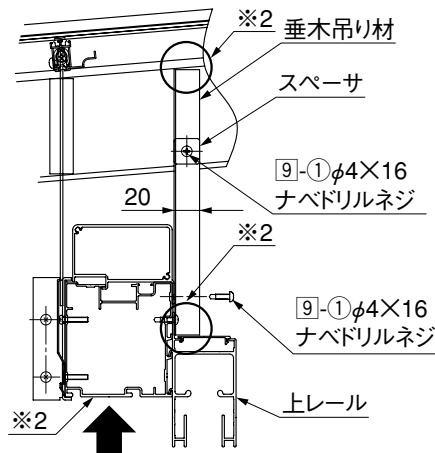

図3-2 垂木吊り材の取付け
- ② 裏板をスペーサーとし、垂木側面に固定してください。(図3-2参照)